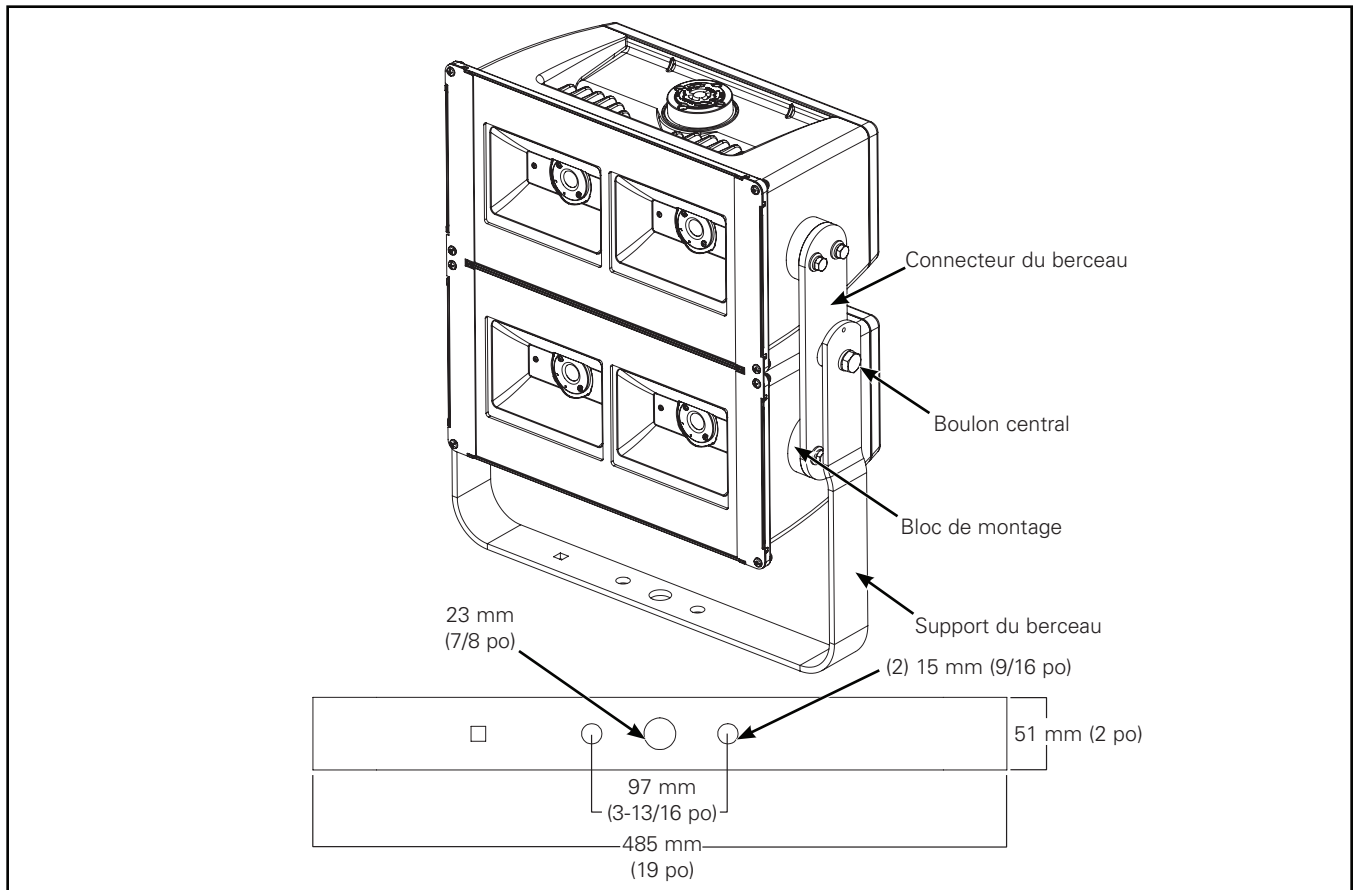

Figure 3
### Montage sur berceau (Figure 3).
- Desserrez mais ne retirez pas (2) boulons centraux. (Figure 3).